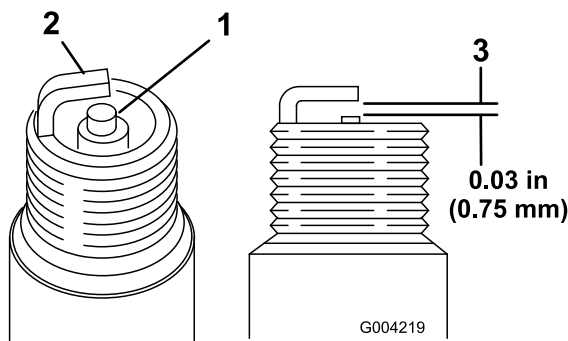

图 47
- 查看两个火花塞的中心图 47。如果您看到绝缘体上有浅棕色或浅灰色涂层、说明发动机运行正常。如果绝缘体上的涂层为黑色、则通常意味着空气滤清器已变脏。
2. 检查中心电极与侧电极之间的气隙图 47。
3. 如果气隙不正确请弯转侧电极图 47。